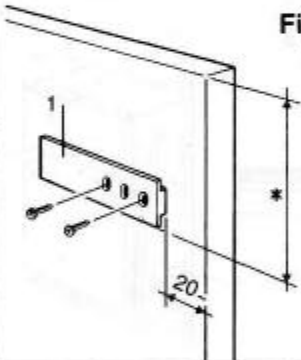

Fig. 10
- Fig. 10 Abrir as portas do móvel e do frigorífico colocando o dispositivo de união 2 encaixado no passador 1.